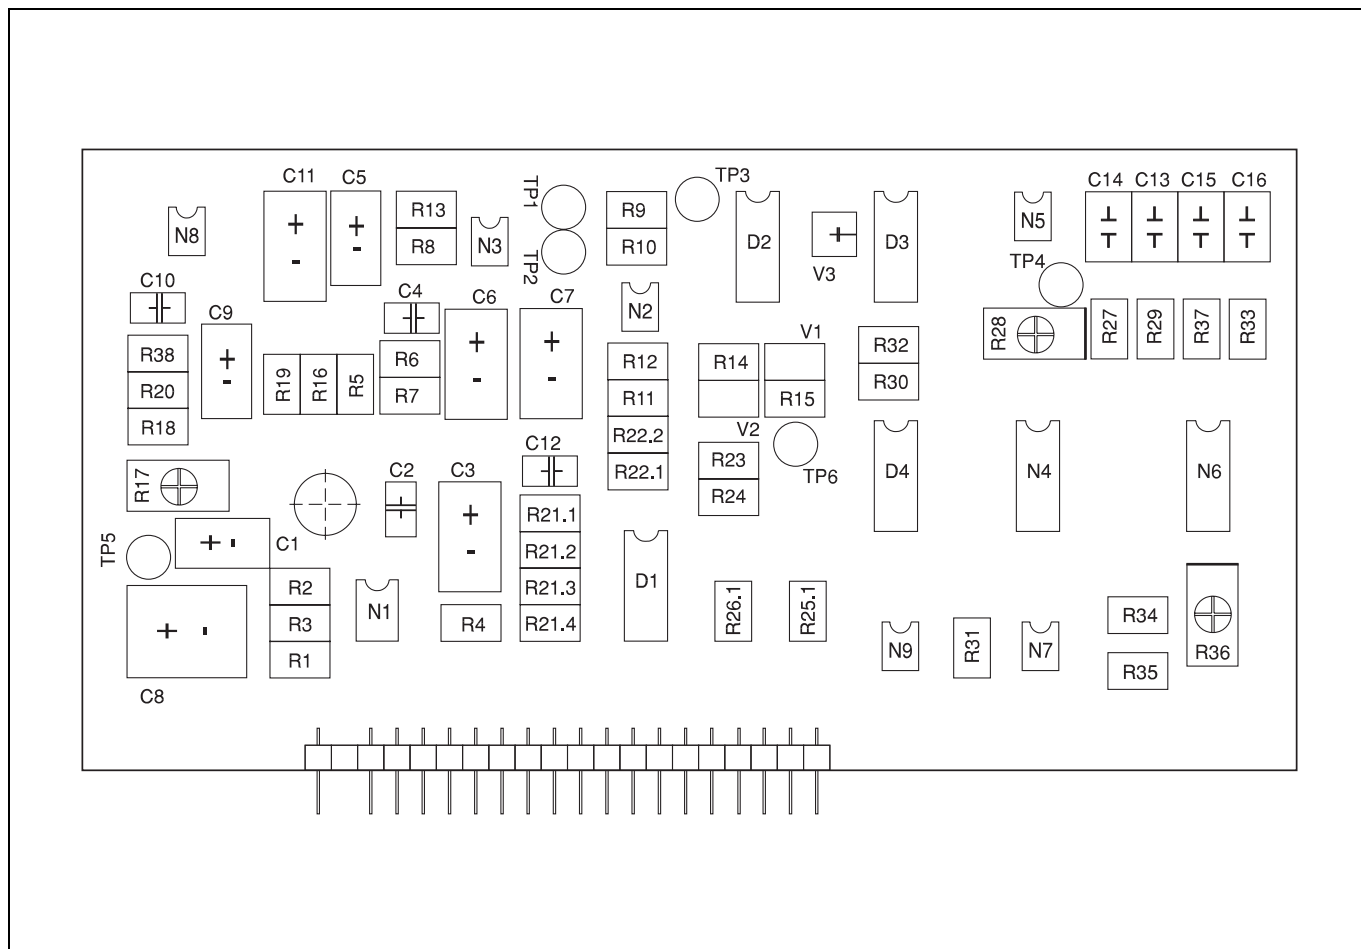

Abb. 39 Verstärker- und Integratormodul
- 2) TP5 befindet sich auf dem Verstärker- und Integratormodul (siehe Abb. 39). TP101 befindet sich auf der Analogplatte.